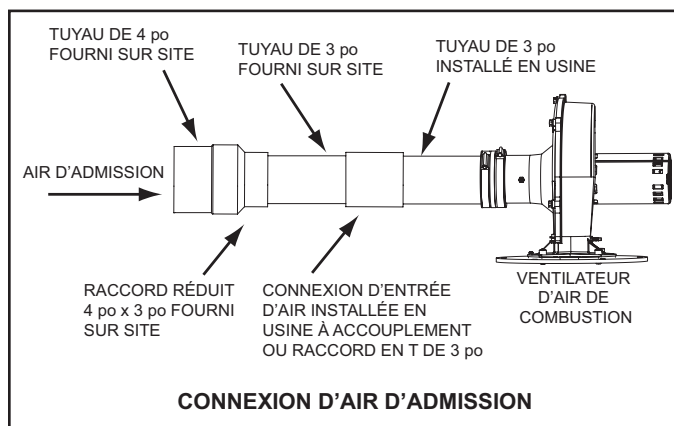

Figure 20
15. Pour installer un tuyau d'entrée d'air de 4 po, effectuer une transition au tuyau de 3 po au niveau de la connexion d'entrée d'air sur le chauffe-eau comme l'indique la Figure 20. Le tuyau de 3 po installé sur site entre la connexion d'entrée d'air et le raccord de réduction 4 po x 3 po doit être de 45 cm (18 po) de longueur au maximum.